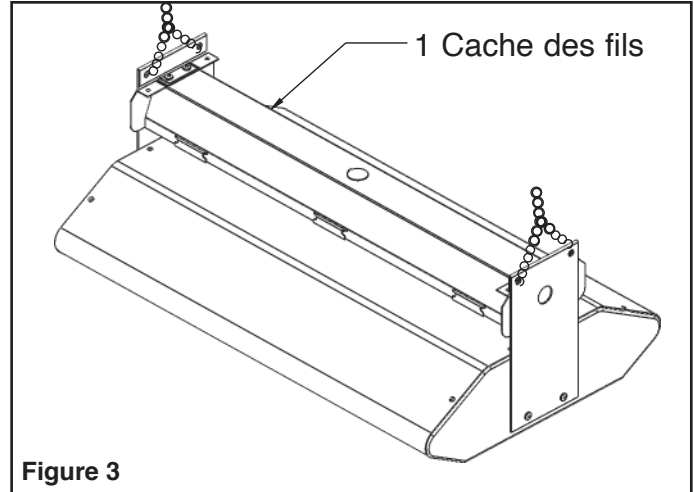

Figure 3
Référez-vous à la Figure 3 et procédez comme suit.
2. Attachez des chaînes à boucles (non fournies) à chaque extrémité du support de montage, comme illustré à la figure 3.
4. Retirez les vis (voir Figure 3) de l'avant du cache des fils et laissez le radiateur tourner vers le bas pour le câblage.